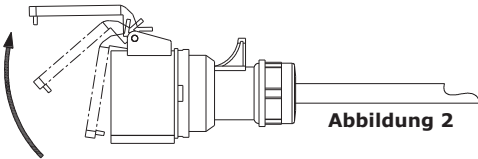

Abbildung 2
- Öffnen Sie die Schutzabdeckung der Buchse des Anschlusskabels (Abb.2)